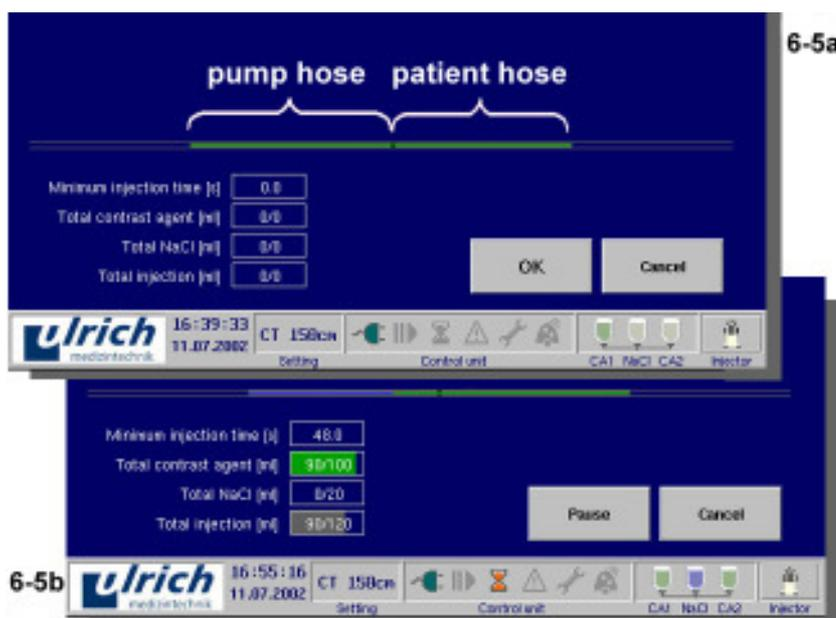

Рис. 6-5 Отображение трубки
- Рис. 6-5а: Заполнение системы трубок перед инъекцией (зеленый): полностью заполнена контрастным веществом (в режиме СТ)